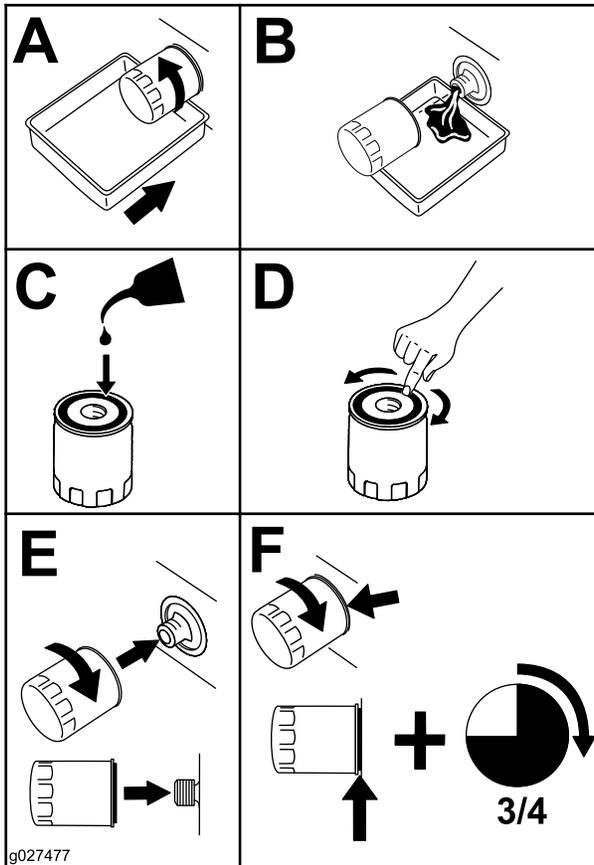

Figura 46
4. Cambiate il filtro dell'olio motore (Figura 46).